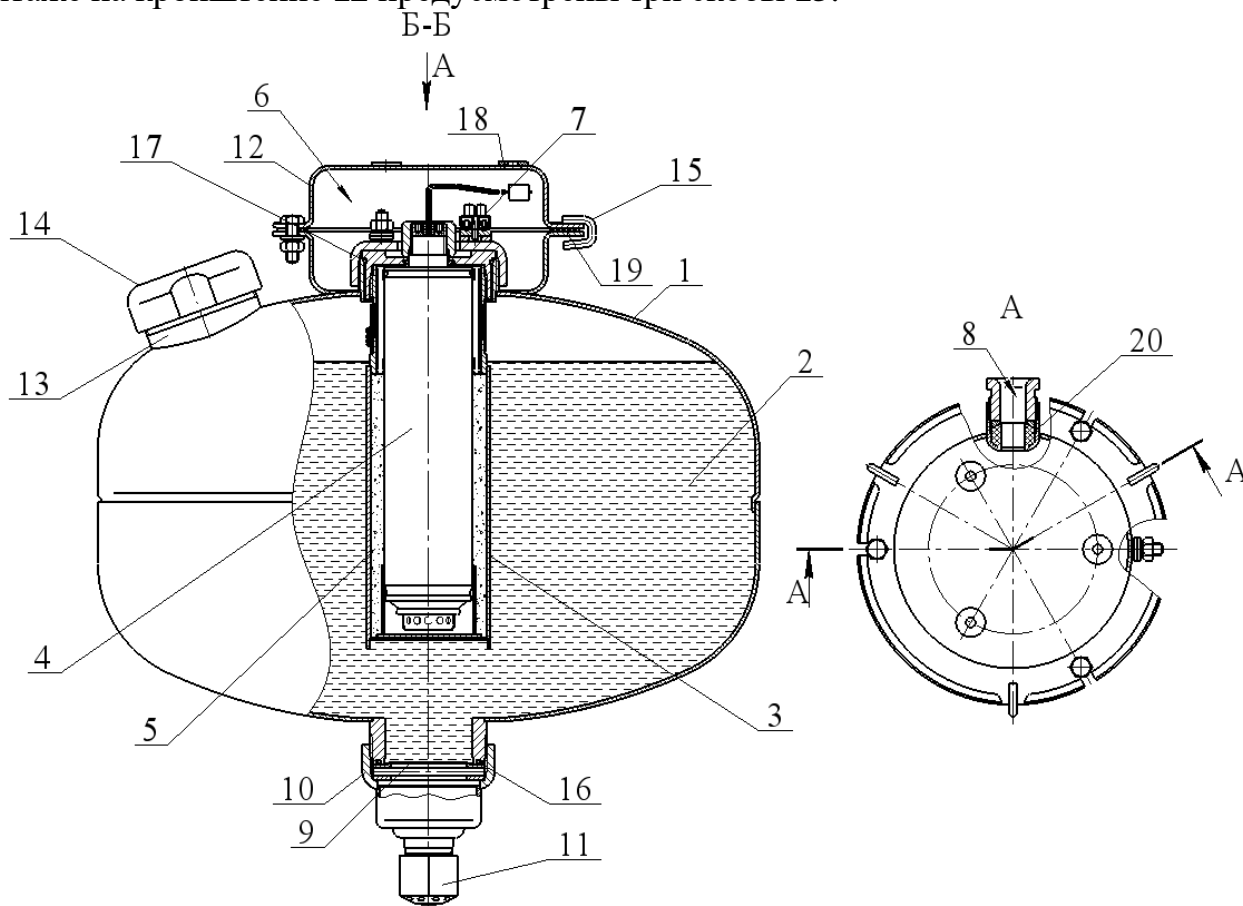

Рисунок 1
1.4.1.1 МУПТВ (см. рисунок 1) состоит из корпуса **1**, заправленного жидким ОТВ **2**, в котором размещено газогенерирующее устройство **3**. В герметичный корпус газогенерирующего устройства со степенью защиты IP68 установлен ИХГ **4** с элементом электропусковым. Зазор между ИХГ корпусом газогенерирующего устройства заполнен пористым искрогасящим материалом **5**. Соединительные провода элемента электропускового ИХГ выведены в коробку **6** через герметизированный узел в корпусе МУПТВ, обеспечивающий требуемую (не ниже IP67) степень защиты от внешних
После подачи на выходы элемента электропускового электрического импульса ИХГ **4** (см. рисунок 1) генерирует газ, который, проходя через пористый искрога-сящий материал, создает давление внутри корпуса МУПТВ для вскрытия мемб-раны **9** и выпуска через насадок-распылитель **11** в зону горения тонкораспыленной струи ОТВ.
2.1.3 Закрепить кронштейн **12** (см. рисунок 1) на потолке. Координаты отверстий в кронштейне приведены на рисунке 5.
2.1.5.1 Подготовка ОТВ для МУПТВ(Взр)-13,5-ГЗ-ВД($t^{\circ}\text{C} = +5_{\text{п}}$): залить в отверстие верхней горловины **9** (см. рисунок 1) воду (питьевую либо дистиллированную) (температура воды должна быть плюс (15...25) $^{\circ}\text{C}$) объемом $11,8^{+0,05}$ дм³. От-
2.1.5.2.3 Полученный раствор ОТВ залить в отверстие верхней горловины **9** (см. рисунок 1). Для окончательного приготовления ОТВ открыть упаковку (упаковки) с жидкими добавками и залить их в отверстие верхней горловины **9**. Установить в отверстие горловины предохранительный клапан **10**. Сверху закрутить гайку. Момент затяжки гайки 110^{+20} Н×м.
2.1.6 На выпускную горловину гайки **10** (см. рисунок 1) накрутить до упора насадок-распылитель **11**.